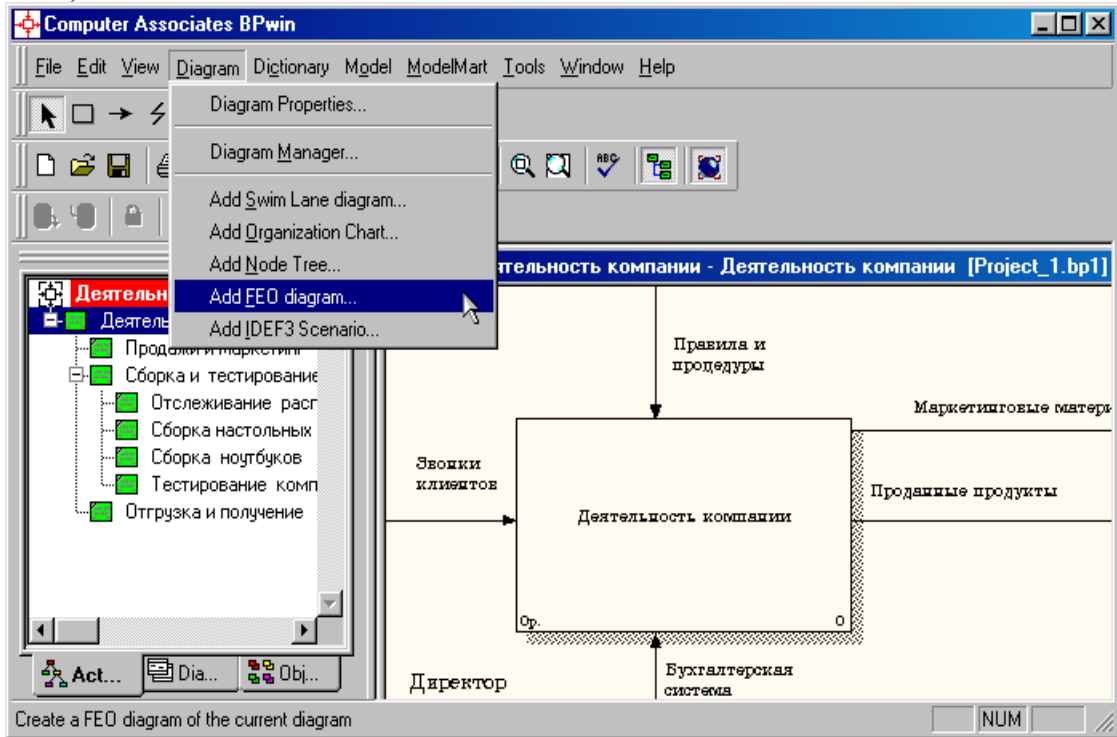

Рисунок 1.33 – Пункт главного меню **Diagram/Add FEO Diagram**
1. Выберите пункт главного меню **Diagram/Add FEO Diagram** (рисунок 1.33).